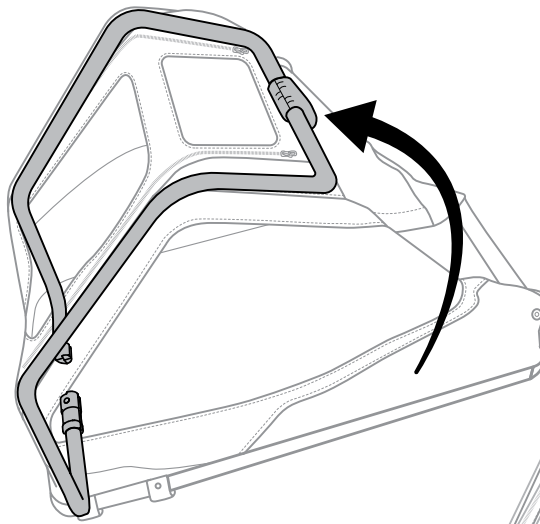

Figura 1
1. Gire el tubo del cuadro delantero hacia la parte delantera del remolque (Figura 1).